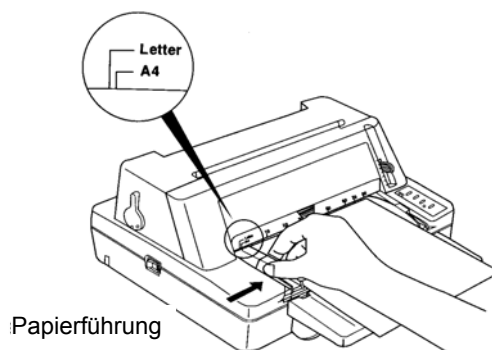

Abbildung 3-3 Anpassen der Papierführung
- 4 Die Einzelblattführung links entsprechend der Markierung links auf der Abdeckung einstellen. Die Positionen für A4- oder Letter-Format sind auf der linken Seite der Abdeckung, wie in Abbildung 3-3 gezeigt, zu finden.